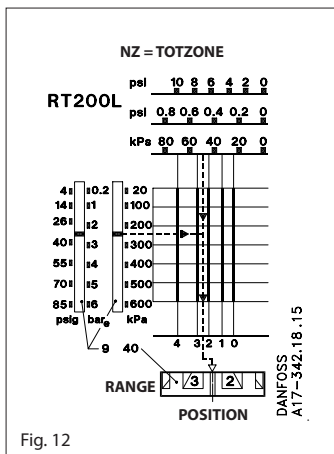
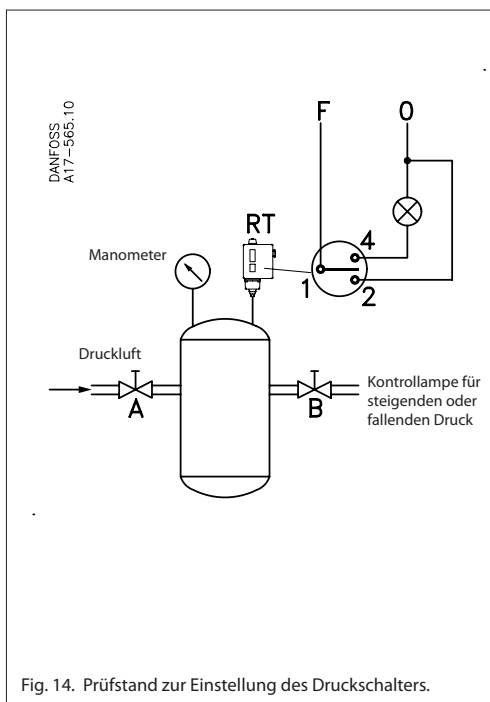

Fig. 12
Fig. 14. Prüfstand zur Einstellung des Druckschalters.
Die Neutralzone 35-32 = 3 m WS entsprechend 0,3 bar wird mittels der Neutralzonenrolle (40) Abb. 8 Seite 9 eingestellt. Dem Diagramm in Abb. 12 entsprechend wird die Rolle auf die Ziffer 1 eingestellt. Eine genaue Einstellung lässt sich durch die Verwendung des Prüfstandes in Abb. 14 erreichen.